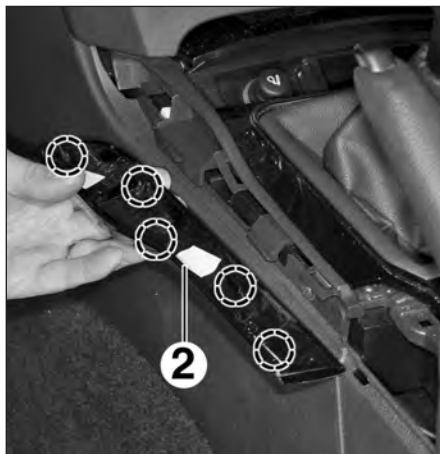

FIG.2
- la garniture (2) de la console centrale (Fig.2).